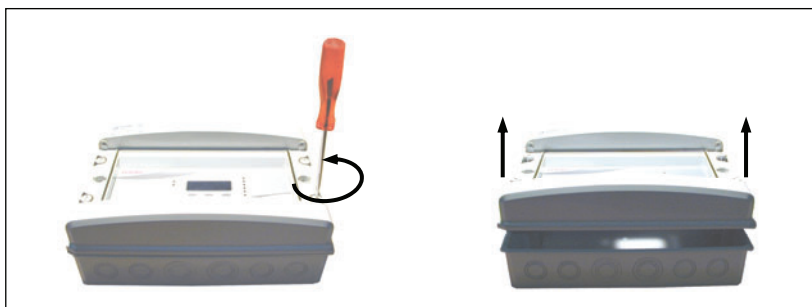

Fig. 18
- Draai de 4 schroeven met een aangepaste platte schroevendraaier los (6.5mm). (Fig. 18)